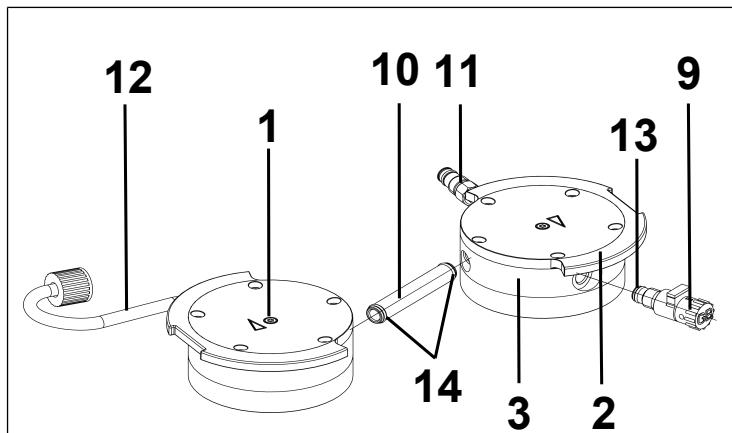

Fig.14: Remplacement des joints toriques
2. Retirez le tuyau de raccordement (10/Fig. 14) du couvercle (3).
- i** Les deux raccords de tuyaux (11) et (12) restent montés dans les couvercles.
3. Remplacez les deux joints toriques (14) sur le tuyau de raccordement (10/Fig. 14).
4. Desserrez la vis de tête intérieure (1) sur les deux têtes de pompe.
5. Retirez les deux plaques supérieures (2) avec les deux vis de tête intérieures (1).
6. Dévissez le lest de gaz (9/Fig. 14) du couvercle (3).
7. Remplacez le joint torique (13) sur le lest de gaz (9/Fig. 14).
8. Vissez le lest de gaz (9/Fig. 14) jusqu'en butée dans le couvercle (3) correspondant. Tournez-le ensuite de nouveau dans le sens inverse jusqu'à ce que la surface soit alignée vers le haut.
**i** Pour la pompe, les plaques de soupapes/joints (4) sont changés les uns après les autres.
1. Retirez le couvercle (3) de la plaque intermédiaire (6).
2. Enlevez les anciennes plaques de soupapes/anciens joints (4) ab.
3. Nettoyez soigneusement la plaque intermédiaire (6) (s'il y a des dépôts).
4. Insérez les nouvelles plaques soupapes/joints (4) dans les sièges correspondants de la plaque intermédiaire (6).
6. Éliminez les plaques de soupapes/joints (4) remplacés comme il se doit.
7. Réintroduisez le tuyau de raccordement (10/Fig. 14) dans le couvercle (3).